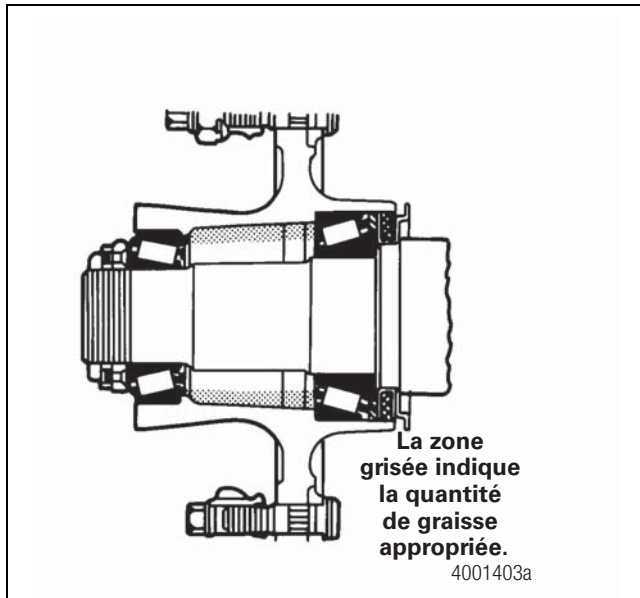

Figure 5.8
7. Appliquer de la graisse Meritor O-617-A ou O-617-B sur le cône de roulement intérieur. Figure 5.8.